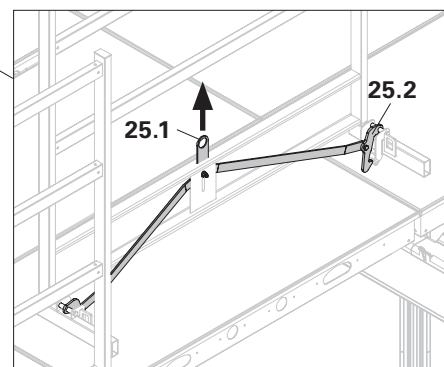

Fig. A8.07
1. Tirare l'aletta (25.1) verso l'alto. (Fig. A8.07)
2. Sollevare l'unità parapetto SD (25) e riporla nella barella per unità parapetto SD 150 x 75.